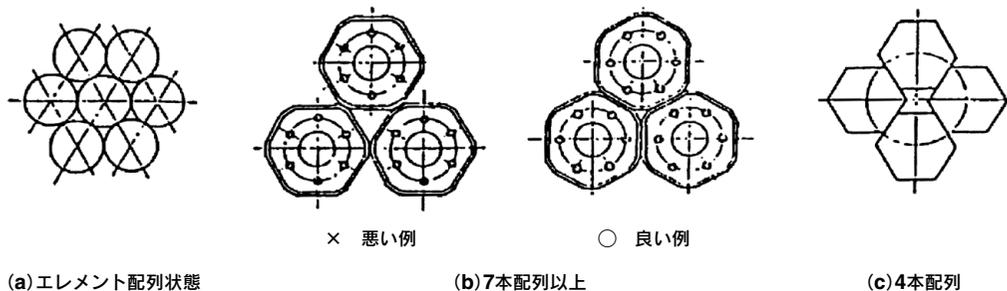

図3
④エレメント取付金具は(図3)の(b)(c)で示すような方法で取込んでください。
注 図3(b)(c)に示すのは図4のエレメント取付金具(スプリング、フレ止め、エレメントホルダ)の配列状態を示す。